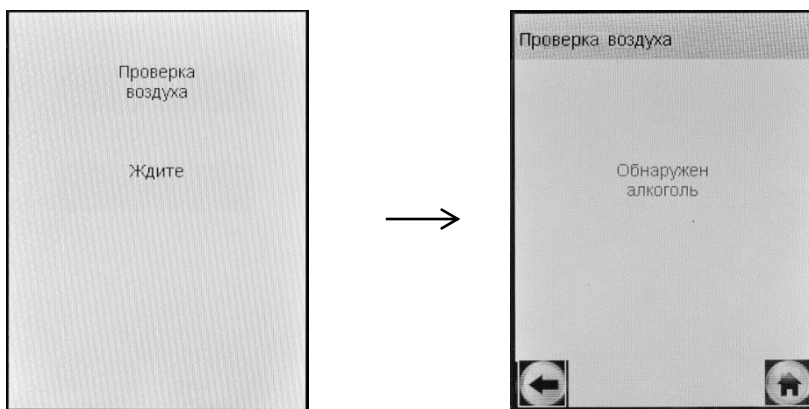

Рисунок 18 – В мундштуке или в заборной системе обнаружен алкоголь
2.8.20 Если при выполнении 2.8.10 или 2.11.6 настоящего РЭ в мундштуке или заборной системе анализатора будут обнаружены пары этанола, на экране появится сообщение «**Обнаружен алкоголь**» (рисунок 18, справа).